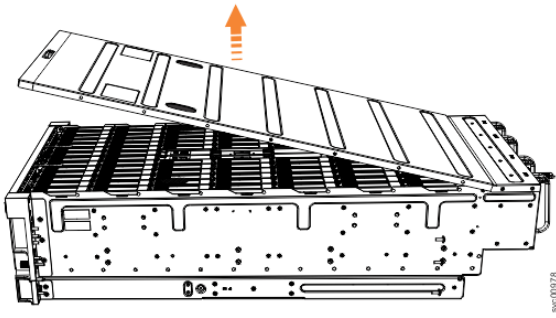

Abbildung 53. Abdeckung des 5U-Erweiterungsgehäuses entfernen
3. Heben Sie die Abdeckung vorsichtig ab (siehe Abbildung 53 auf Seite 57).